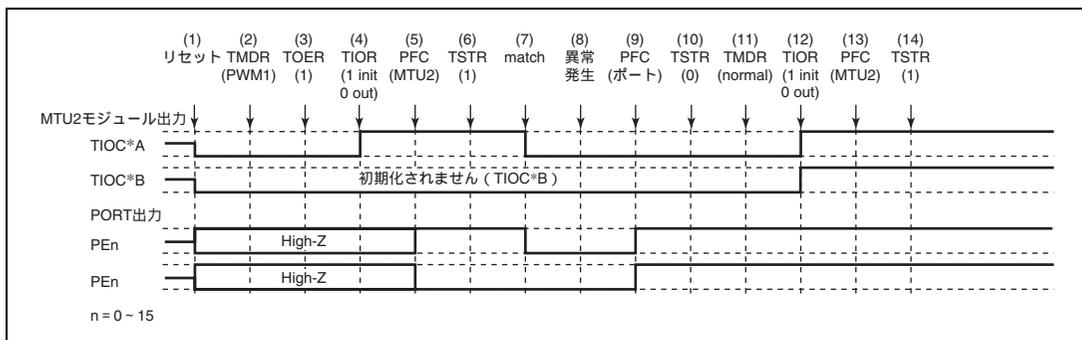

図 9.130 PWM モード 1 で異常が発生し、ノーマルモードで復帰する場合
PWM モード 1 で異常が発生し、再設定後ノーマルモードで再スタートする場合の説明図を図 9.130 に示します。
(1) ~ (10) は図 9.130 と共通です。
(11) PWM モード 1 で再スタートする場合には必要ありません。
(12) TIOR で端子を初期化してください (PWM モード 1 では TIOC*B 側は初期化されません)。
(13) PFC で MTU2 出力としてください。
(14) TSTR で再スタートします。
(11) PWM モード 2 を設定します。
(12) TIOR で端子を初期化してください (PWM モード 2 では周期レジスタの端子は初期化されません)。
(11) 位相計数モードを設定します。
(12) TIOR で端子を初期化してください。
(11) 波形生成部の初期化のためノーマルモードを設定してください。
(12) TIOR で PWM モード 1 の波形生成部を初期化してください。
(13) TIOR で PWM モード 1 の波形生成部の動作を禁止してください。
(14) TOER でチャンネル 3、4 の出力を禁止してください。
(15) TOCR で相補 PWM の出力レベルと周期出力の許可禁止を選択してください。
(16) 相補 PWM を設定します。
(17) TOER でチャンネル 3、4 の出力を許可してください。
(18) PFC で MTU2 出力としてください。
(19) TSTR で再スタートします。